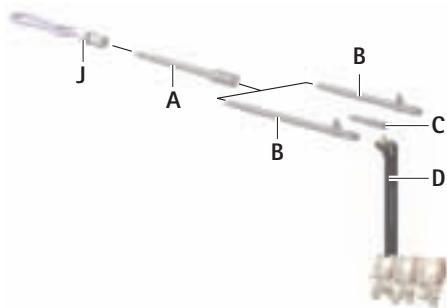

Рис. 2
- ▶ Для удлинения установить соединительный элемент с быстросъемной фиксацией A на соответствующее соединение, см. Рис. 2.